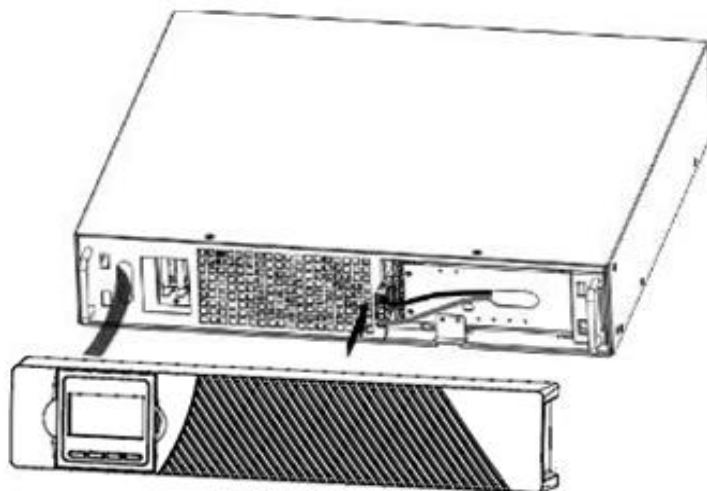

Рисунок 6 Подключение внутренних батарей ИБП
b) Подключение разъема внутренних аккумуляторных батарей (см. рисунок 6)